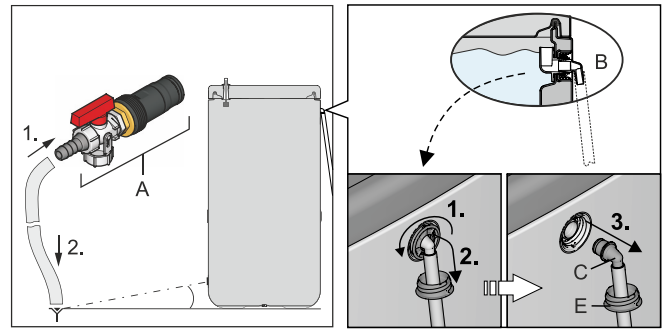
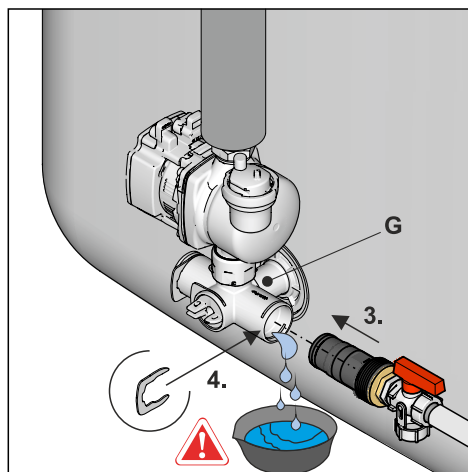

Bild 9-1 Ablaufschlauch montieren; Optional: Anschlussstück vom Sicherheitsüberlauf demontieren
Bild 9-6 KFE-Befüllanschluss in Anschlusswinkel montieren
- 2 Ablaufschlauch an den **KFE-Befüllanschluss (Zubehör KFE BA)** (Bild 9-1, Pos A) anschließen und zu einer mindestens bodentiefe Ablaufstelle verlegen.
Ist kein **KFE-Befüllanschluss** verfügbar, kann alternativ das Anschlussstück (Bild 9-1, Pos. C) vom Sicherheitsüberlauf (Pos. B) demontiert und verwendet werden.
Tab. 9-1 Legende zu Bild 9-1 bis Bild 9-6
- 1 Ventileinsatz am Anschlusswinkel so einstellen, dass der Weg zum Blindstopfen abgesperrt ist (Bild 9-6).
- 2 Geeignete Auffangwanne unterstellen und Blindstopfen vom Anschlusswinkel entfernen (Bild 9-6).
- 3 **KFE-Befüllanschluss** in den Anschlusswinkel einstecken und mit Halteklammer sichern (Bild 9-6).